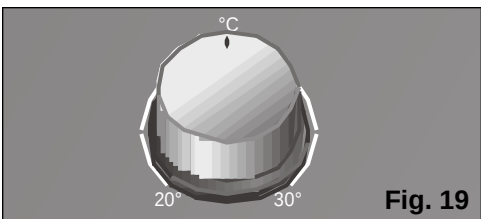

Fig. 19
- ☐ Zet de thermostaat op de gewenste temperatuur, **Fig. 19**. Als het apparaat automatisch omdat de kamer de gekozen temperatuur gebruikt heeft afslaat door de thermostaat, moet u wachten totdat de temperatuur in de omgeving 2-3° C stijgt, voordat het apparaat weer gaat werken.